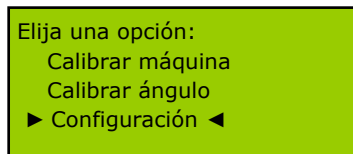

Figura 10.
- “Configuración” permite modificar algunos de parámetros del sistema. Para seleccionarla, coloque los cursores junto a esta opción como se muestra en la Figura 10 y pulse [ENTER].